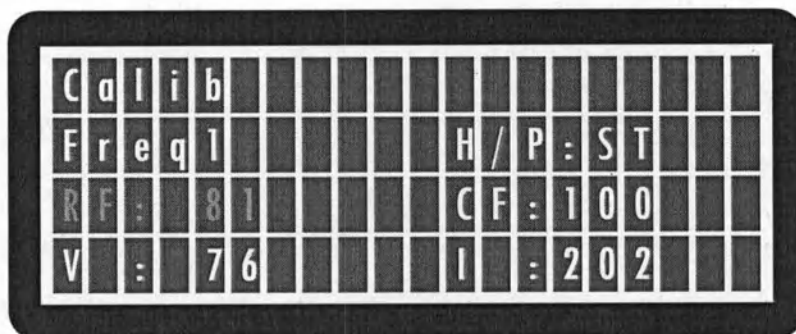

Рисунок 16. Совмещение ВЧ энергии
- Измените ФК и обновите измерение путем нажатия кнопки пуска, по мере необходимости. Значение показывает, что поле ВЧ должно быть как можно ближе к расчетной ВЧ энергии, измеренной осциллографом (Рисунок 16).